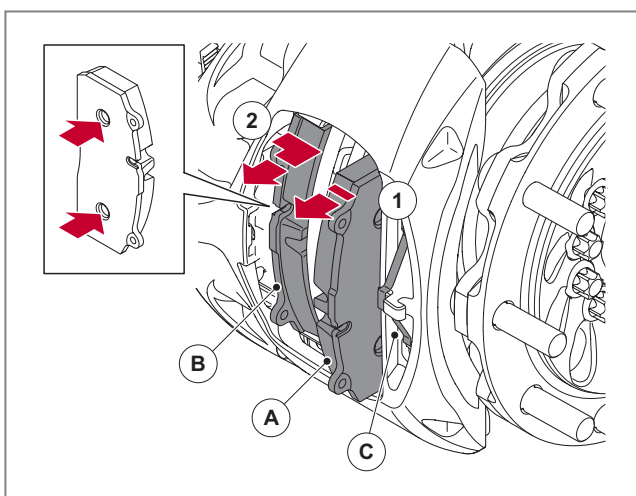

Abb. 39 - Bremsbeläge demontieren
5. Demontieren Sie die Bremsbeläge. Entfernen Sie zunächst den äußeren Bremsbelag (A), danach den inneren Bremsbelag (B), *siehe* ► Abb. 39. Der innere wird zusätzlich mit der Druckplatte an zwei Punkten geführt und gehalten. Deshalb lässt sich der innere Bremsbelag nicht entfernen, wenn sich der äußere Bremsbelag noch an Ort und Stelle befindet. Ist der äußere Bremsbelag entfernt, lässt sich der Bremssattel verschieben, damit der innere Bremsbelag demontiert werden kann.
6. Entfernen Sie die Federarretierung des Belaghalterbügels (C).